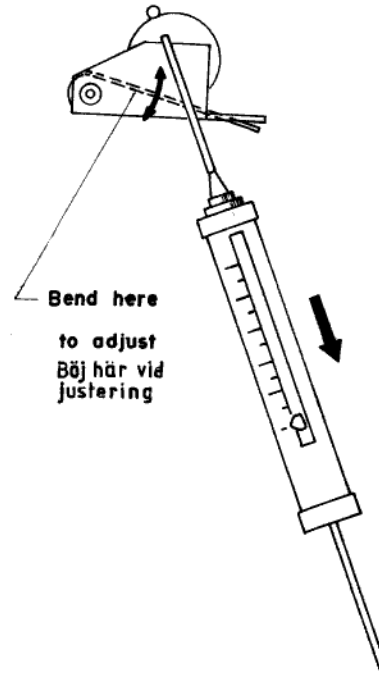

Fig. 3 Pinch Roller Pressure Measurement
OBS: Anbringa fjädervågen som visas i fig 3, och drag sakta mot tryckrullens arm (B1-13). Då tryckrullens arm börjar att röra sig, avläs utslaget på fjädervågen.
3. Om tryckrullens kraft ligger utanför området 380 - 510 g, justera eller byt ut tryckrullens fjäder (B1-45) som visas i fig 3.
Note: Apply the spring balance as shown in fig 3 and pull gently against the pinch roller arm (B1-13). When the pinch roller arm begins to move, read the indication on the spring balance.
3. If pinch roller force lies outside the range 380 - 510 g, adjust or replace the pinch roller spring (B1-45) as shown in fig. 3.